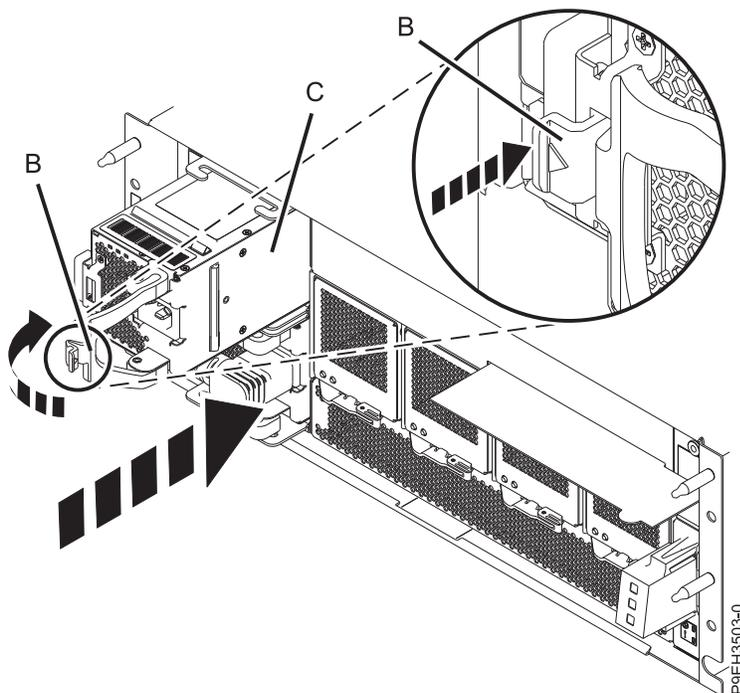

Figure 6. Remplacement du bloc d'alimentation dans le tiroir d'extension EMX0 PCIe3
2. Tenez la poignée **(B)** et tout en soutenant le bas du bloc d'alimentation à l'aide de votre main, **(C)**, alignez le bloc d'alimentation avec son emplacement et faites-le glisser dans la baie. Voir figure 6.
3. Faites tourner la poignée **(B)** et enfoncez-la pour la bloquer, comme illustré dans la figure 6.